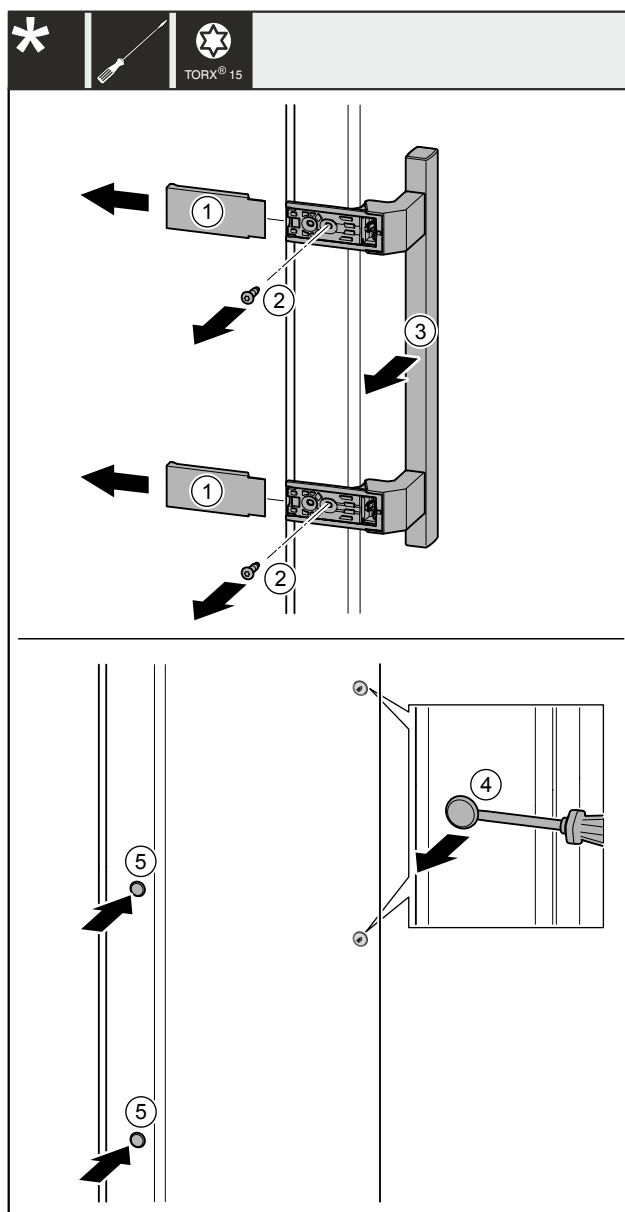

Fig. 41
- 拆下盖板 Fig. 41 (1)。
- 用螺丝刀将螺钉 Fig. 41 (2)旋开。
- 取下把手 Fig. 41 (3)。
- 用带槽螺丝刀小心地提起侧边的堵头 Fig. 41 (4)并将其拉出。
- 将堵头 Fig. 41 (5)重新放入另一个侧。